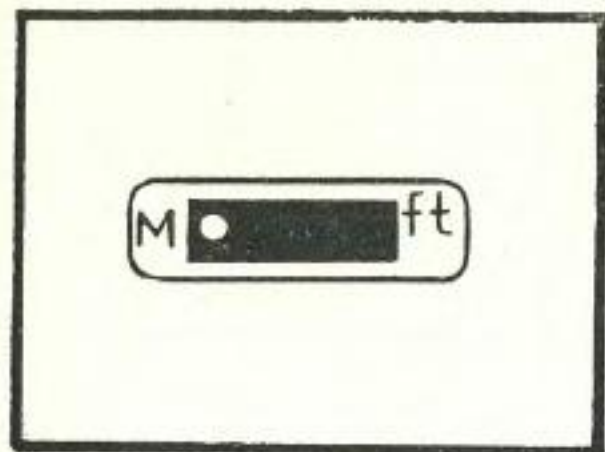

Рис. 13
5. Совместить точку на головке замка с индексом на крышке камеры, установить крышку на место и повернуть головку замка по часовой стрелке до упора; при этом в окне счетчика метров должна быть видна белая точка (рис. 13).